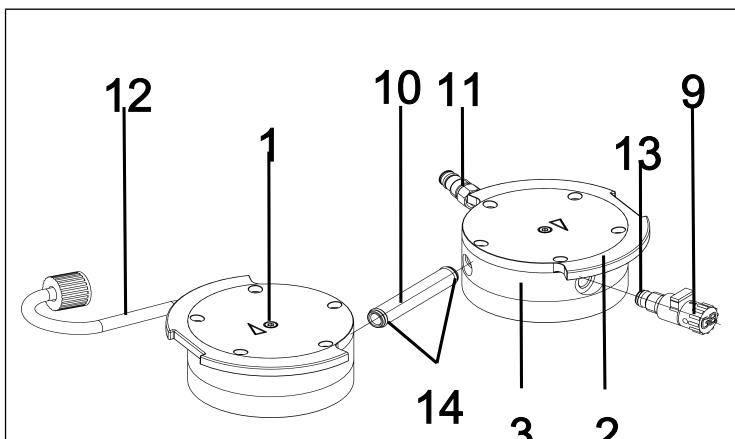

Abb.15: O-Ringe wechseln
- Ziehen Sie das Verschaltungsrohr (10/Abb. 15) aus dem Kopfdeckel (3) heraus.
**i** Die beiden Schlauchverbindungen (11) und (12) bleiben in den Kopfdeckeln montiert.
3. Tauschen Sie die beiden O-Ringe (**14**) am Verschaltungsrohr (**10**/Abb. 15) aus.
6. Schrauben Sie den Gasballast (**9**/Abb. 15) aus dem Kopfdeckel (**3**) heraus.
7. Tauschen Sie den O-Ring (**13**) am Gasballast (**9**/Abb. 15) aus.
8. Schrauben Sie den Gasballast (**9**/Abb. 15) bis zum Anschlag in den entsprechenden Kopfdeckel (**3**) ein. Drehen Sie ihn anschließend wieder zurück bis die Fläche nach oben orientiert ausgerichtet ist.
6. Entsorgen Sie die ausgewechselten Ventilplatten/Dichtungen (4) sachgerecht.
7. Stecken Sie das Verschaltungsrohr (10/Abb. 15) wieder in die beiden Kopfdeckel (3).